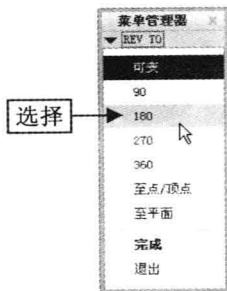

图 8-47 选择“180”选项
Step 05 单击“关闭”面板中的“确定”按钮 ✓，完成截面绘制并退出草绘环境，弹出“REV TO”菜单管理器，选择“180”选项，如图 8-47 所示。